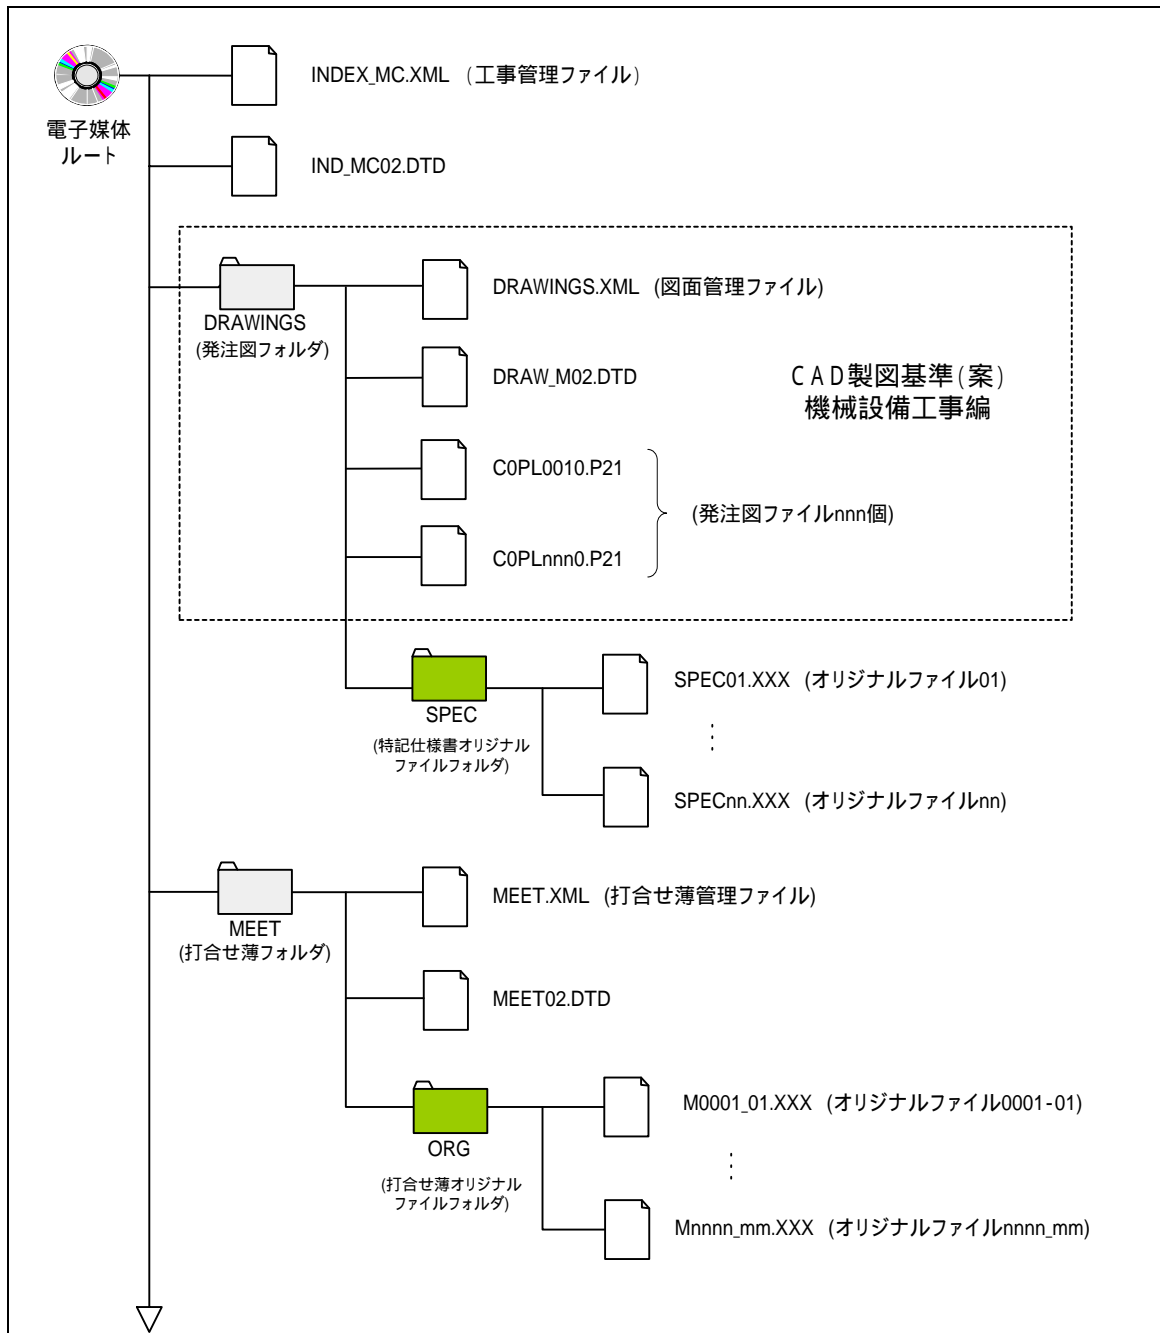
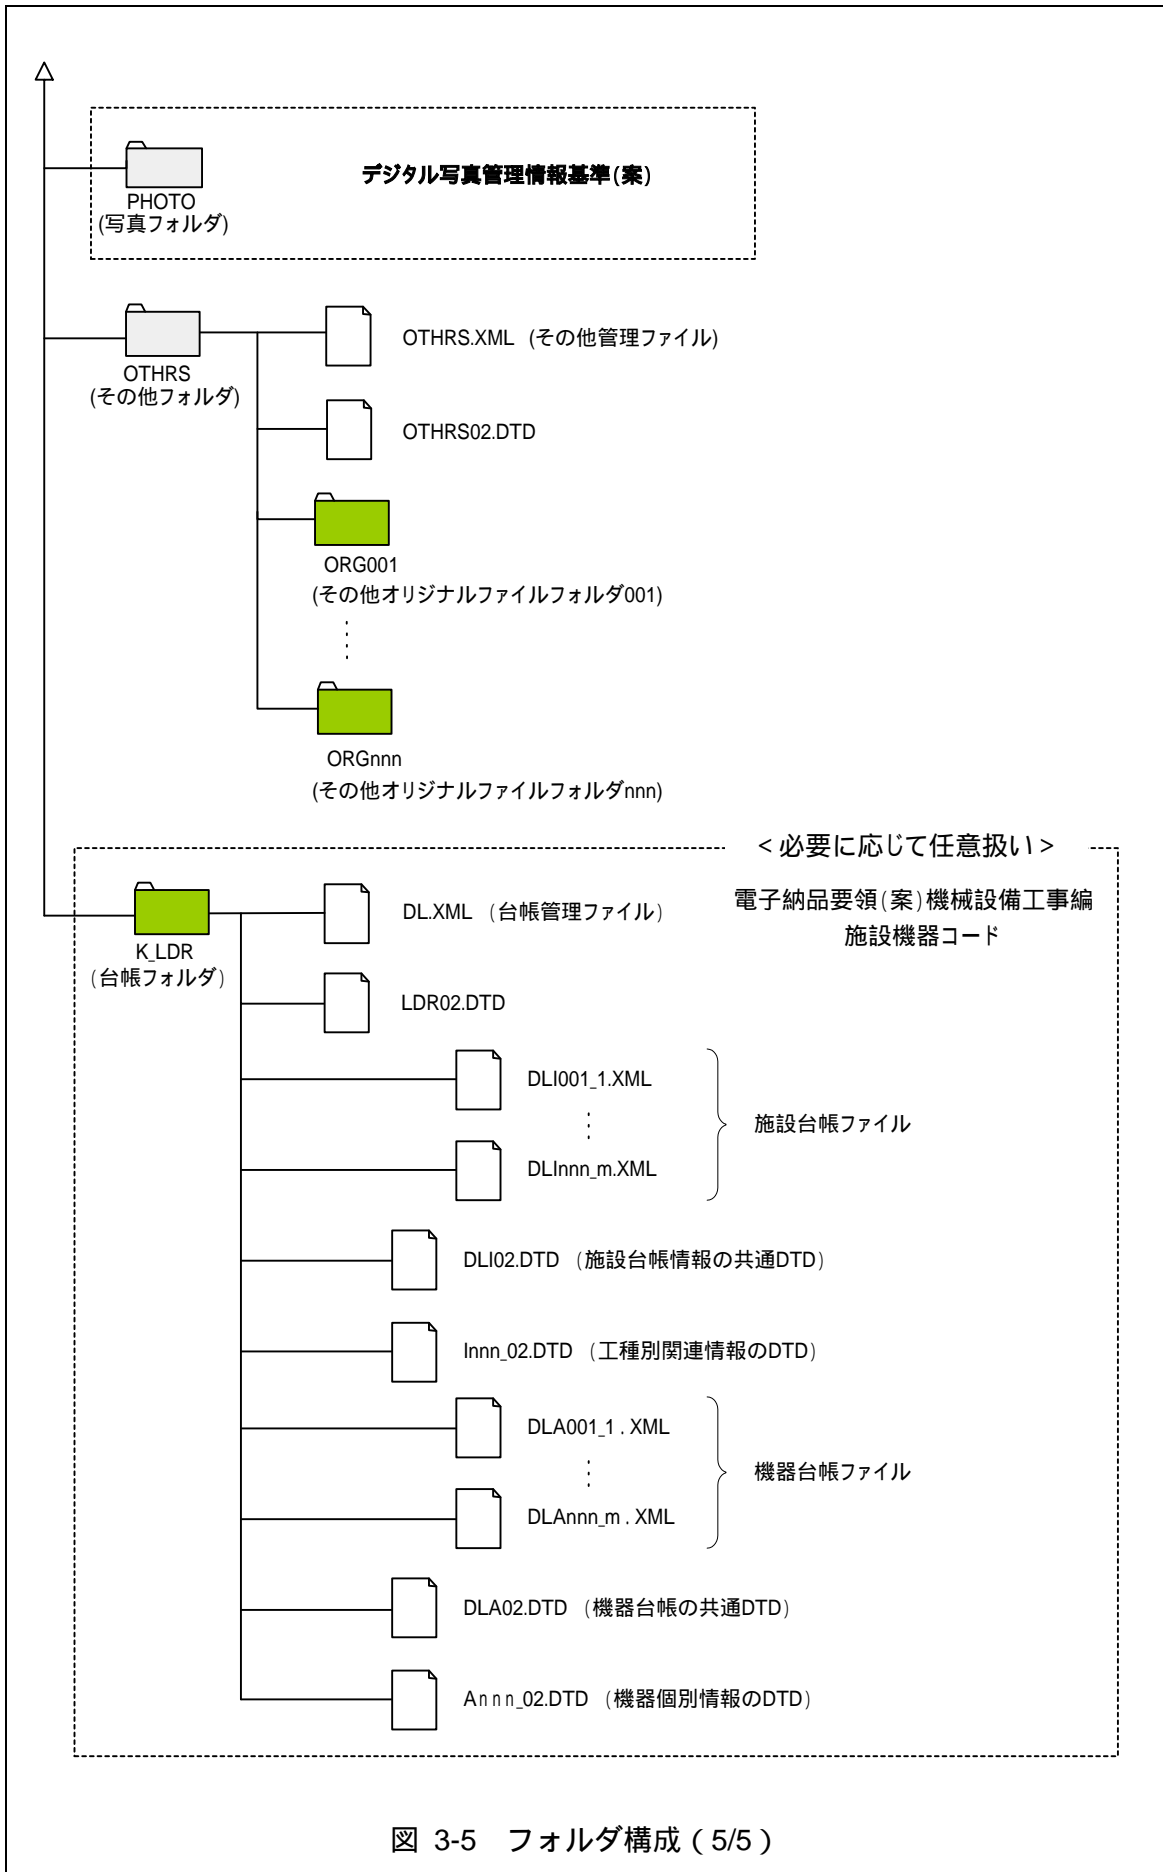

図 3-1 フォルダ構成 ( 1/5 )
図 3-5 フォルダ構成 ( 5/5 )
電子的手段により引き渡される成果品は、図 3-1～図 3-5に示すフォルダ構成とする。
電子媒体のルート直下に「DRAWINGS」、「MEET」、「PLAN」、「DRAWINGF」、「K\_BOOK」、「PHOTO」、「OTHR」、「K\_LDR」のフォルダ及び工事管理ファイルを置く。各管理ファイルを規定する DTD 及び XSL ファイルも該当フォルダに格納する(図 3-1～図 3-5参照)。ただし、XSL ファイルの格納は任意とする。
- 図 3-1から図 3-5のフォルダの順番は、例示であり、表示の順番はこれによるものではない。